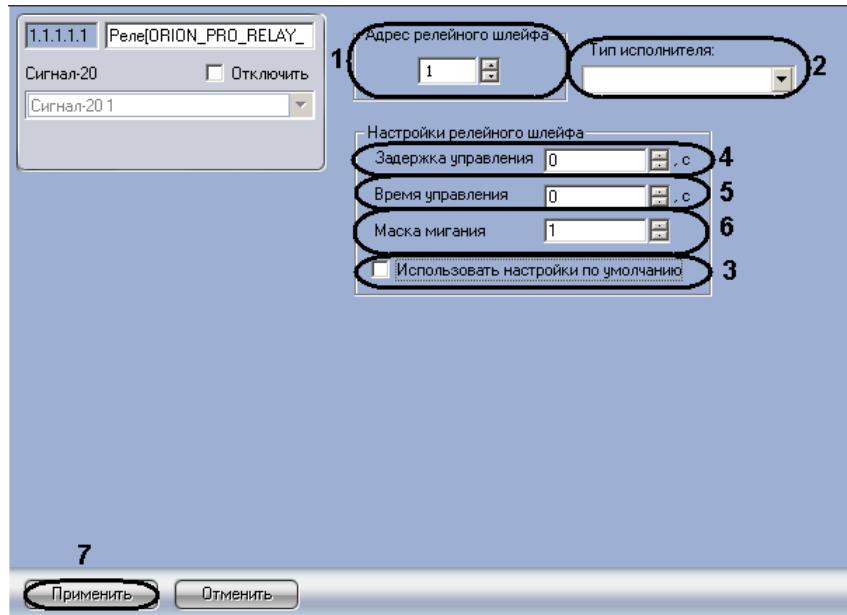

Рис. 3.3—15 Панель настроек объекта Реле
2. В поле **Адрес релейного шлейфа** ввести текущий адрес реле (см. Рис. 3.3—15, 1).